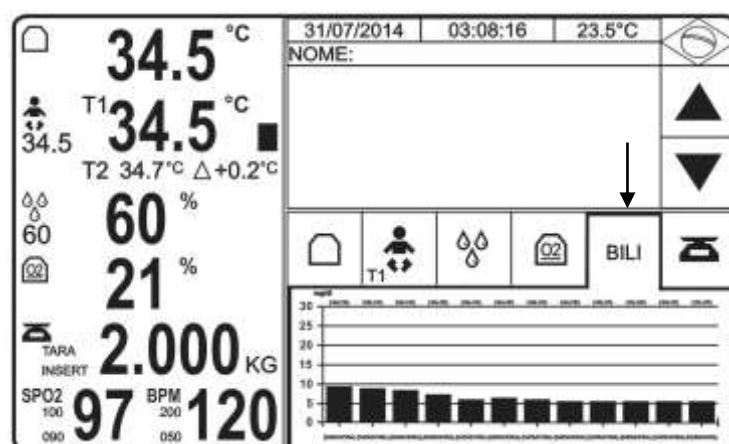

Figura 160 - Gráfico de tendência de medições de bilirrubina
O display gráfico apresentará um gráfico onde poderá ser analisada a bilirrubina ao longo do tempo, conforme figura 160:
- O gráfico que será exibido estará conforme o que está descrito na figura 160.